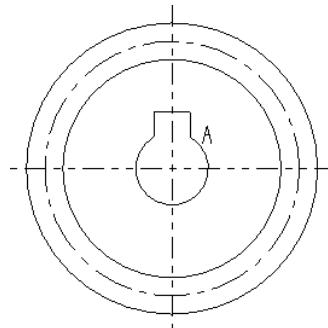

图 3-82 绘制圆弧
- 04 在“极坐标圆弧”工具栏中，在“半径”按钮输入框中输入 10，在“起始角度”按钮输入框中输入 120，在“终止角度”按钮输入框中输入 60，按回车键即可完成圆弧的创建，结果如图 3-82 所示。